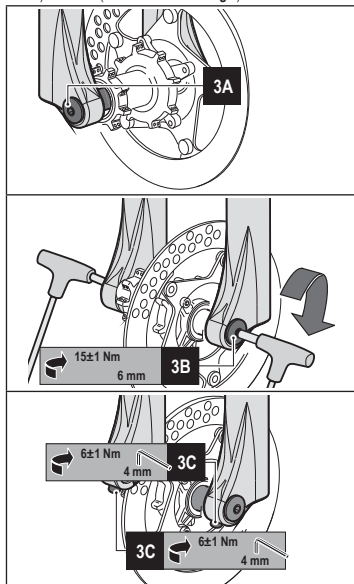

Abbildung 3 - Radmontage auf  $\varnothing 32$  gabeln mit Aufnahmefuß mit durchgehender Radachse  $\varnothing 20$  mm
- Die Mitte des Rads mit den beiden Radachsen ausrichten (siehe **3A** in **Abbildung 3**).
- Die Radachse durch die rechte Radaufnahme, das Rad und die linke Radaufnahme schieben (siehe **3A** in **Abbildung 3**).
- Die Radachse mit dem vorgesehenen Moment ( $15\pm 1$ Nm) anziehen, dazu mit einem 6mm-Inbusschlüssel an der Bolzenkappe drehen (siehe **3B** in **Abbildung 3**).
- Die Schrauben an den beiden Schnellspannern mit einem 4mm-Inbusschlüssel mit dem vorgesehenen Moment ( $6\pm 1$  Nm) anziehen (siehe **3C** in **Abbildung 3**).